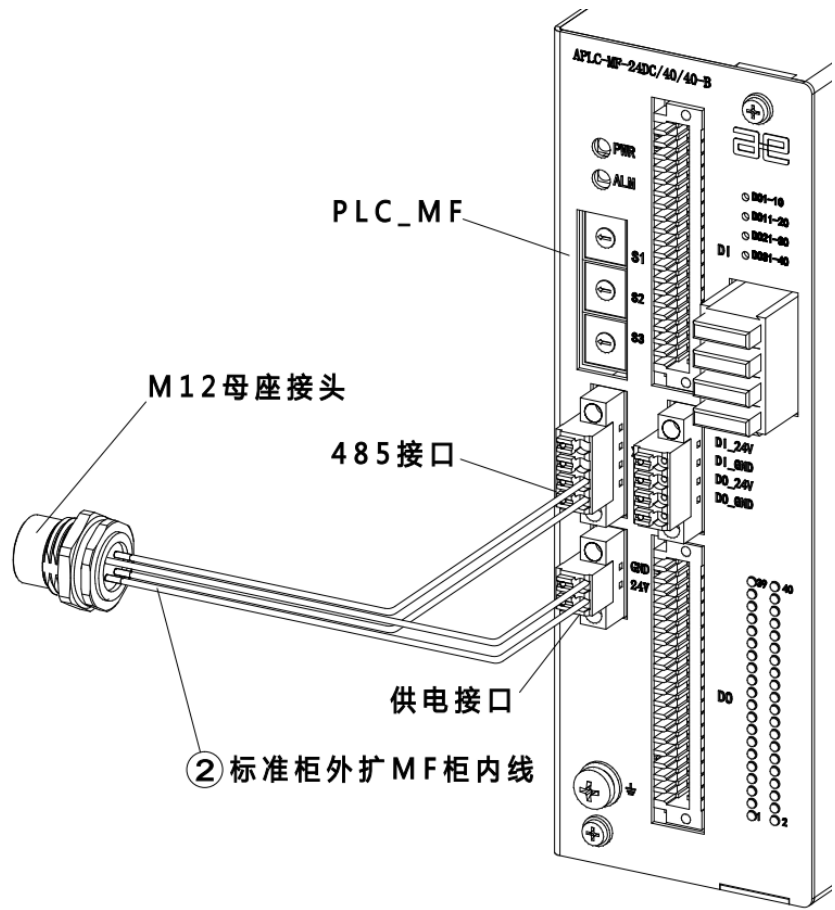

图 20-9 连接外扩 MF 示意图
步骤3. 将 ② 标准柜外扩 MF 柜内线的散线端根据图纸分别接在 PLC\_MF 的电源接口和 485 接口上，合理排布柜内线缆，参考图 20-9。